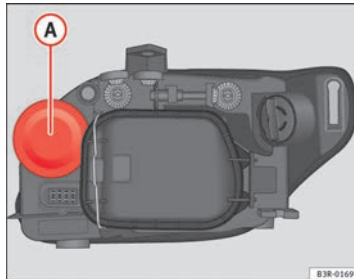

Abb. 219 Glühlampe für Blinklicht
- Nehmen Sie die Gummikappe → Abb. 219 durch Ziehen ab.